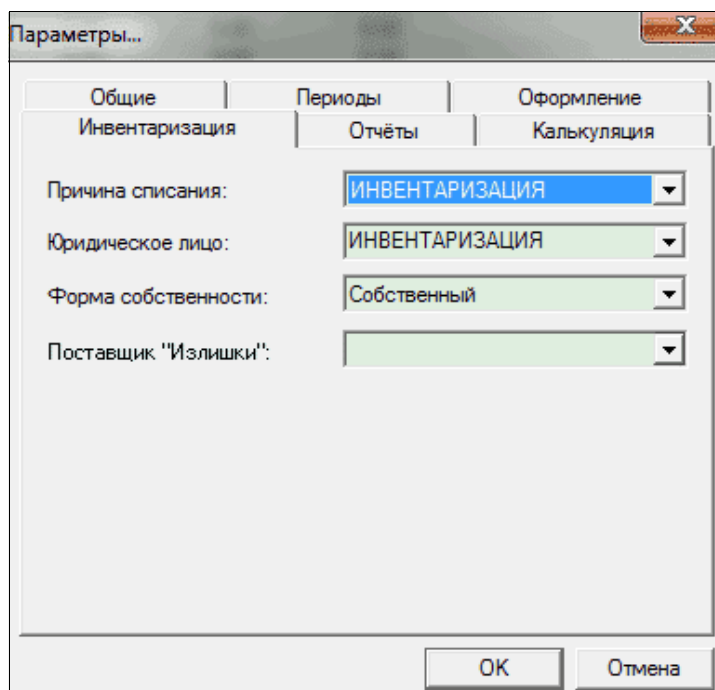

Рис. 9.1.
При попытке сделать инвентаризацию в системе производится автоматическая проверка параметров для инвентаризации. Если параметры инвентаризации не заданы, то система предложит задать параметры в форме «Параметры...» (см. рис. 9.1.). Также форма параметров вызывается меню «Операции», пункт «Параметры».
- *вид собственности* — используется параметр, задаваемый в меню «Операции», пункт «Параметры», форма «Параметры...», закладка «Инвентаризация» (см. рис. 9.1.);
- *поставщик* — используется параметр, задаваемый в меню «Операции», пункт «Параметры», форма «Параметры...», закладка «Инвентаризация» (см. рис. 9.1.).